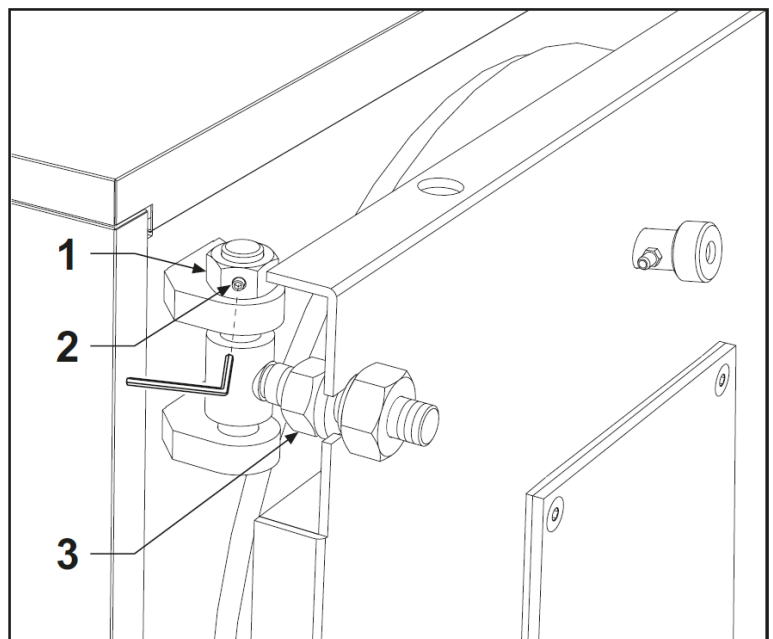

fig. 12
- Le réglage en hauteur de la porte s'effectue au moyen de l'écrou (rep. 1) ; après le réglage, bloquer les goujons (rep. 2 - fig. 12).
- Le réglage longitudinal s'effectue au moyen de la vis rep. 3 - fig. 12.